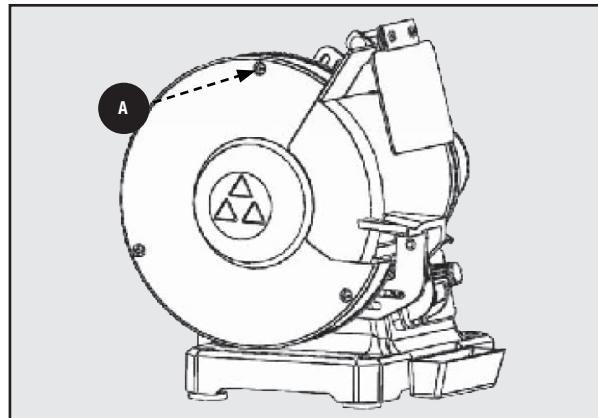

Figura 4
1. Retire los dos tornillos A que sujetan la cara exterior de la guarda del disco al marco de la herramienta. También tendrá que retirar el perno de carro largo que fija el soporte del portaherramientas retirando el pomo de bloqueo grande inferior. Vea la Figura 4.
4. Fije el hecho exterior del protector de la rueda al marco de la herramienta utilizando los tornillos A invirtiendo el paso 1. Véase la Figura 4.